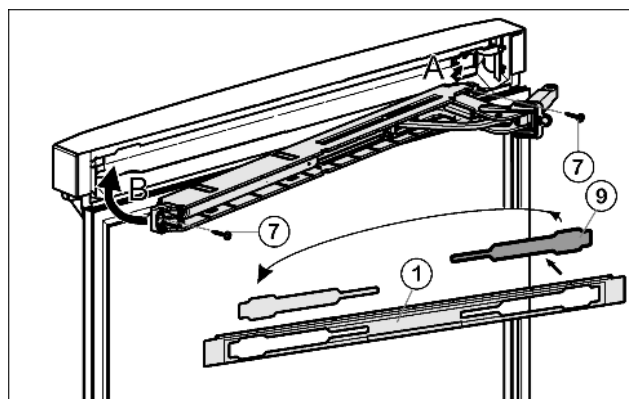

Fig. 22
- ▶ Освободите крышку Fig. 22 (9) из накладки Fig. 22 (1) и снова установите её на другой стороне.
- ▶ Зацепите (A) и поверните (B) верхний узел амортизатора закрывания дверцы шарниром на стороне шарнира.
- ▶ Прикрутите узел амортизатора закрывания двери. (2 шт. Torx® 15) Fig. 22 (7)